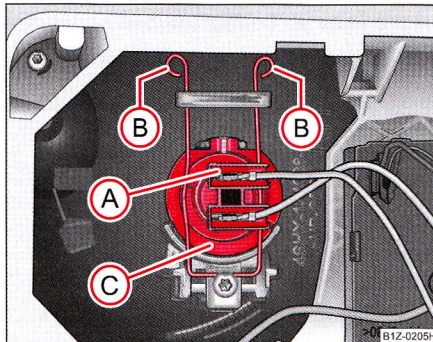

Fig. 226 Demontarea becului luminii de întâlnire
- Decuplați ștecărul (A) ⇒ fig. 226.
- Apăsați mânerul de sârmă (B) înspre far și apoi apăsați-l în lateral.
- Scoateți becul (C) și montați-l pe cel nou, astfel încât elementele de fixare ale soclului să intre în orificiile din reflector.